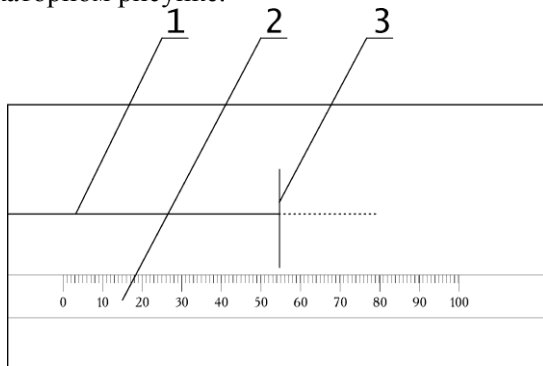

Рис. 5.1 Схематическое изображение осаждения порошка на электромагните прибора
5.4 Измерить длину индикаторного рисунка 1 (рис.5.1) по шкале 2. Концом индикаторного рисунка считать место появления первого разрыва 3 в индикаторном рисунке.